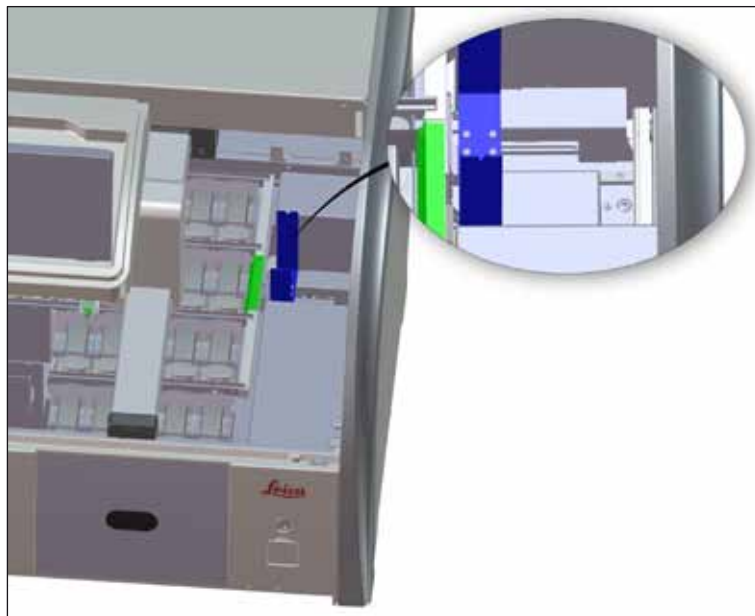

Fig. 94
- Verificați în mod regulat stația de transfer (→ "Fig. 94") pentru reziduurile de reactivi și, dacă este necesar, curățați-o cu un agent de curățare ușor, cu o valoare neutră a pH-ului.